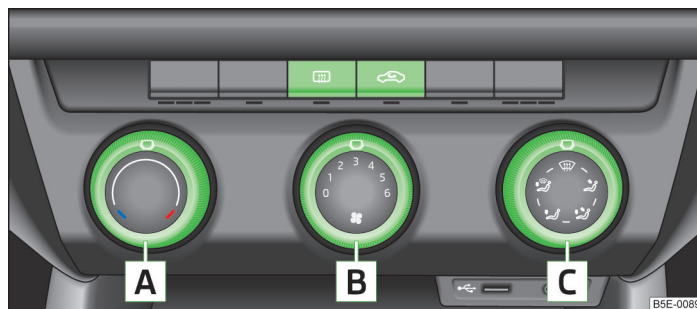

Abb. 107 Heizung: Bedienungselemente
**Funktionen der einzelnen Bedienungselemente » Abb. 107:**
Durch Drehen des Luftverteilungsreglers **C** » Abb. 107 auf Seite 101 in die Position  wird der Umluftbetrieb automatisch ausgeschaltet. Durch wiederholtes Drücken der Symboltaste  kann auch in dieser Stellung der Umluftbetrieb wieder eingeschaltet werden.